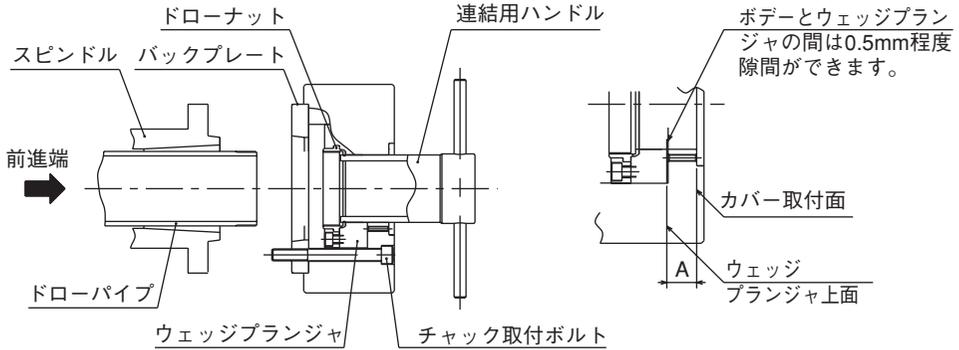

図22
- ・シリンダ前進端でのウェッジプランジャの適正位置は、図22の寸法 A が下表となる位置です。